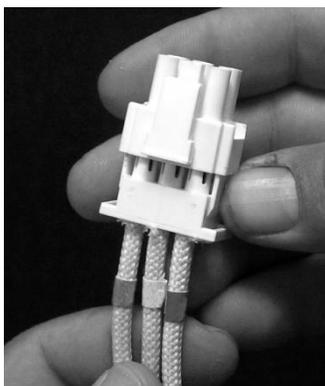

Рис. 37
4. В задней части фритюрницы отсоедините 6-контактный разъем левого элемента (если смотреть от передней части фритюрницы) или 9-контактный разъем правого элемента, прикрепленный к блоку контакторов. Сожмите язычки с каждой стороны разъема, одновременно вытягивая за свободный конец, чтобы извлечь разъем и освободить выводы элемента (см. рис. 37). Вытяните выводы из разъема и из проводного канала.